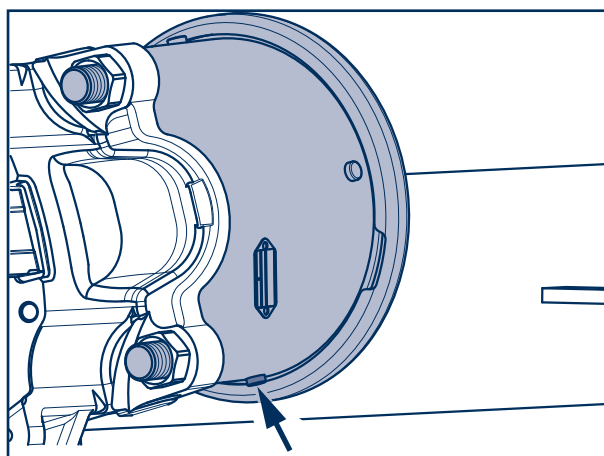

Fig. 3
- [5] Stopfen (Fig. 3/Pfeil) für die Entlüftung an der nach unten gerichteten Bohrung des neuen Bremszylinders entfernen.
- [5] Remove the vent plug (Fig.3/arrow) at the downwards-pointing hole in the new brake cylinder.
- [5] Retirer le bouchon (Fig. 3/flèche) de mise à l'air implanté dans l'alésage tourné vers le bas du cylindre de frein neuf.